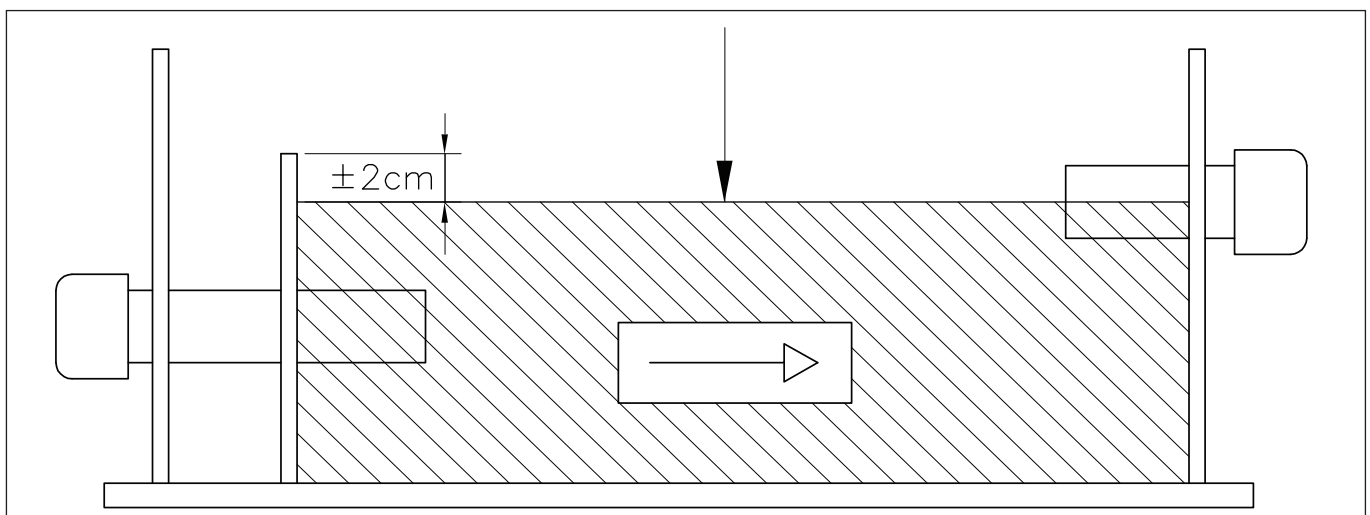

Bild 04 Neutralisationsbox, Typ NTG
1. Eine Neutralisationsbox aus Kunststoff, Typenbezeichnung NTG (siehe Bild 04). Die Box ist mit einem Zweikomponentengranulat gefüllt, durch dieses wird das Kondensat geführt und im pH-Wert angehoben. Auf der Austrittseite verlässt das Kondensat die Neutralisationseinrichtung mit einem pH-Wert von 7,5 - 9,0.